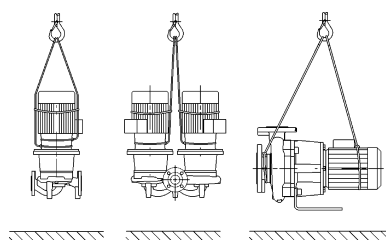

Fig. 7: Preprava čerpadla
- Prepravné oká na motore pritom slúžia len na vedenie pri uchopení bremena (Fig. 7).